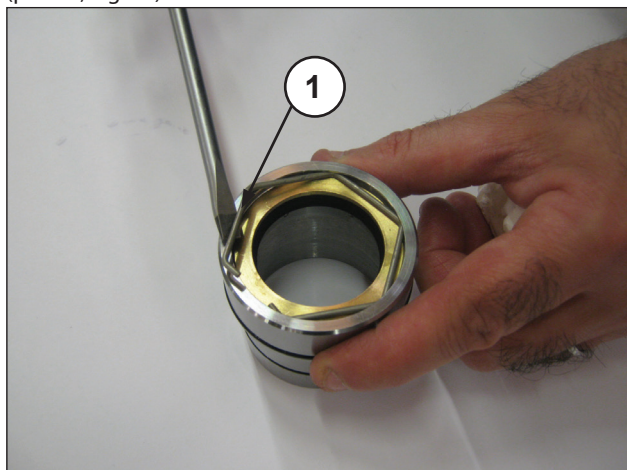
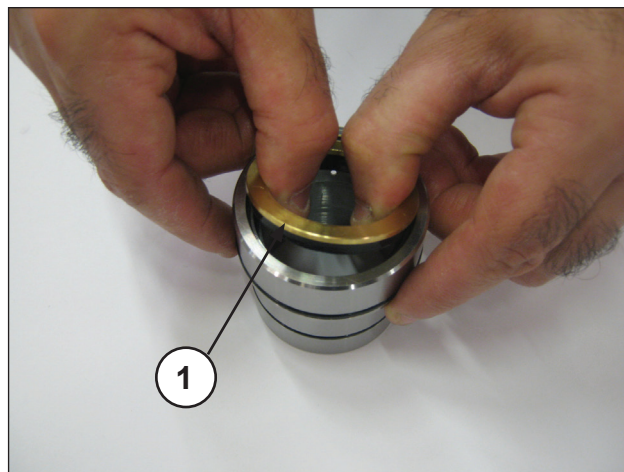

Fig. 50
Fig. 51
Para extrair a junta de baixa pressão, é necessário extrair o anel de retenção (pos. ①, Fig. 50) e o anel de estanqueidade (pos. ①, Fig. 51).